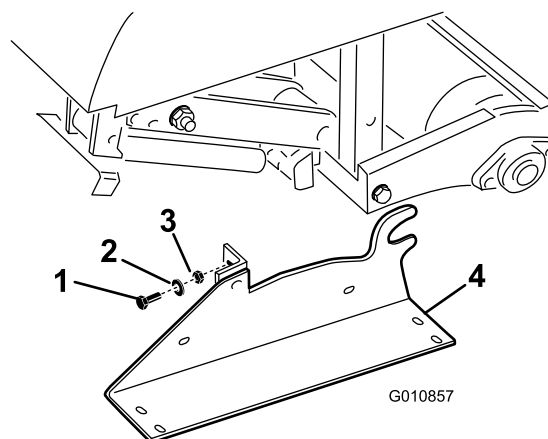

Figure 34
- Enlevez les boulons, rondelles-freins et écrous qui fixent les supports de rangement à chaque extrémité de l'aérateur (Figure 34).